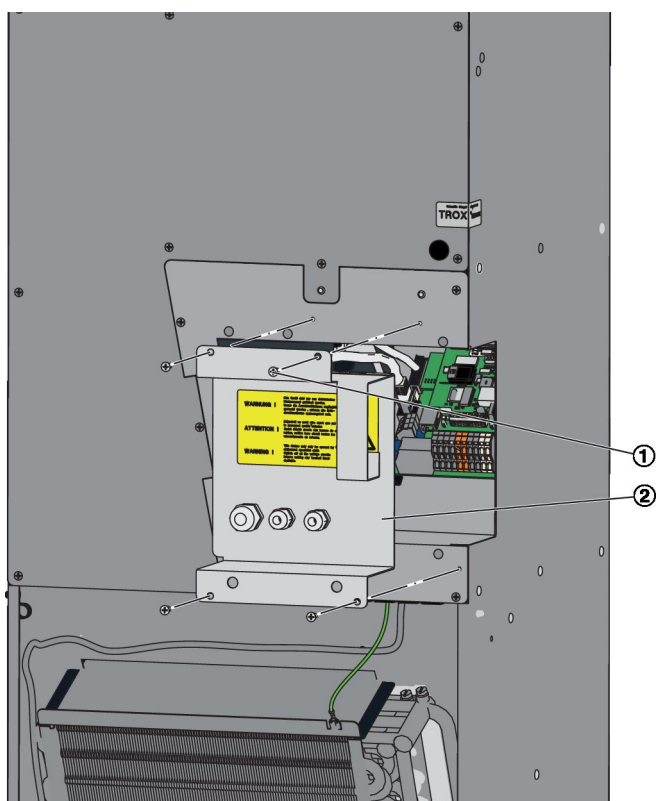

Abb. 6: Elektroanschlüsse
1. ▶ Revisionsdeckel Regelung (Abb. 6 /2) der Elektroanschlüsse demontieren, dazu die Kreuzschlitzschrauben (Abb. 6 /1) lösen und den Deckel abnehmen.